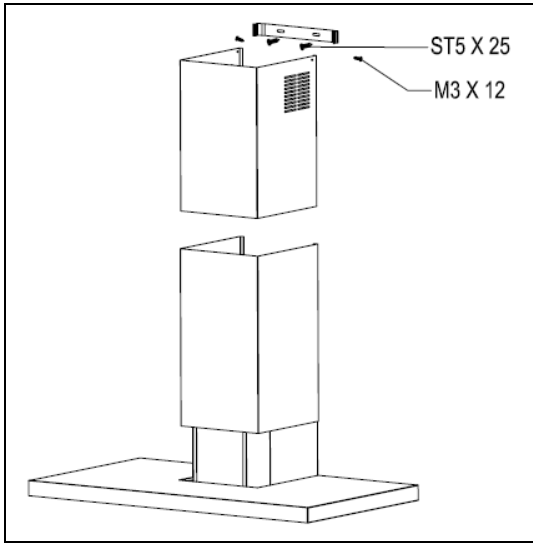

图. 8
- 请用配套的 4 个 M3 x 12 螺丝固定内管到两个安装架。(图. 8)。